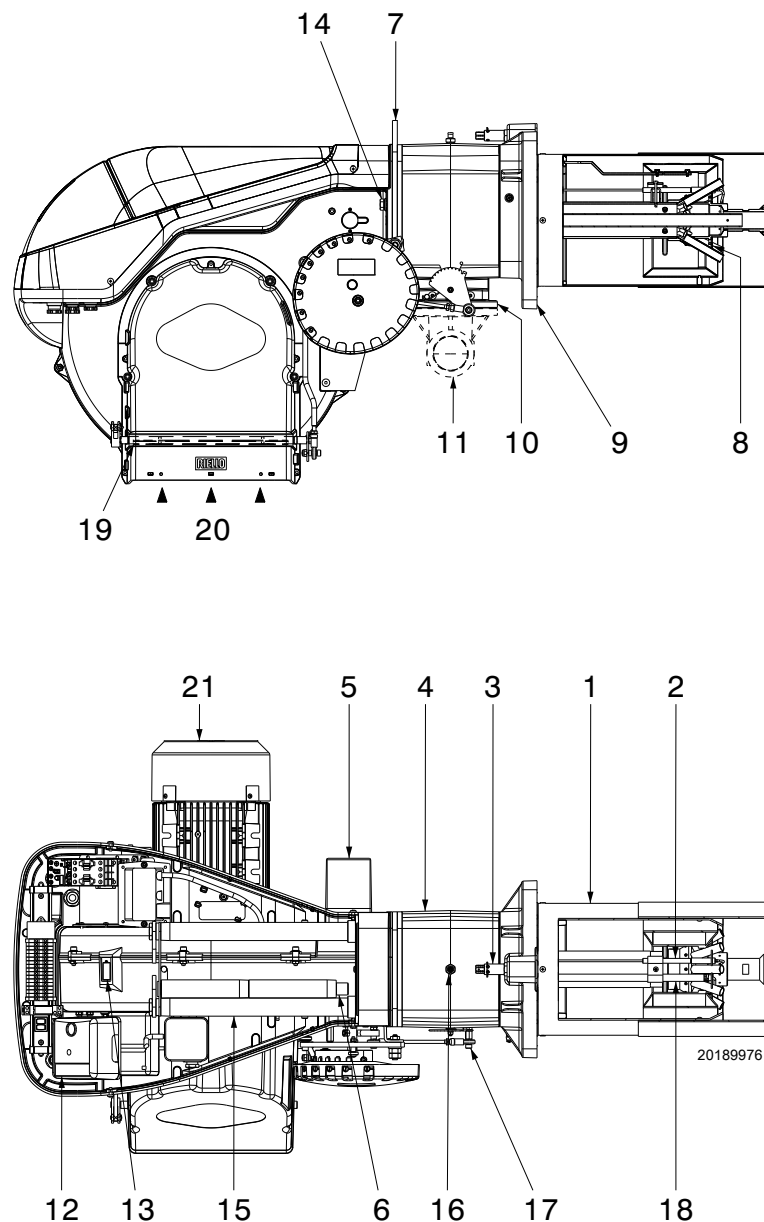

图 5
(1) 参考条件 : 环境温度 20°C - 燃气温度 15°C - 大气压力 1013 mbar - 海拔 0 m a.s.l.
(2) 测试点 7) (图 5) 处的燃气压力, 此时炉膛压力为 0 并且燃烧器处于最大出力运行状态。
(3) 噪音测试在制造商燃烧实验室内进行, 燃烧器在测试锅炉上以最大出力运行。声功率以“自由场”法测得, 符合 EN 15036 标准要求以及 EN ISO 3746 标准要求的“准确 : 类别 3”的测量精度。
如果控制盒按钮（红色 LED 灯）12（图 5）指示灯亮起，则表示燃烧器锁定。